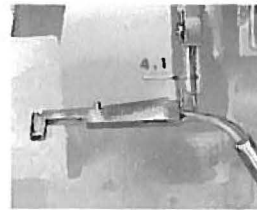

fig. 7
5. Fasatura crochet superiore. (fig. 7, 8.)
NOTA - Per ottenere la quota mm. 7,5 in fig. 8 bisogna ruotare verso il basso o verso l'alto la leva E, tenendo presente che così facendo diminuiscono o aumentano le quote della fig. 7